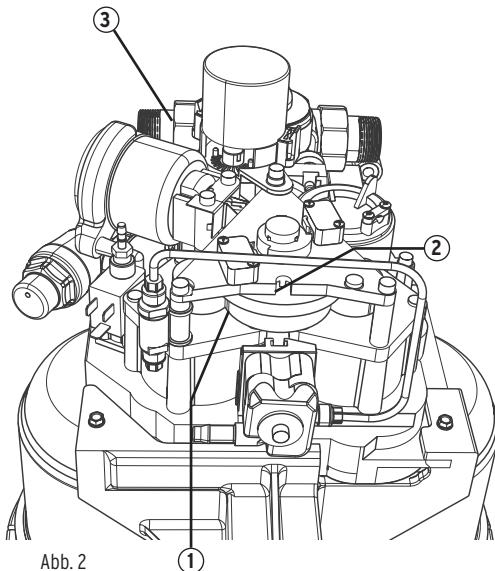

Abb. 2
- c) Der Antriebskolben dreht das Treibrad (1) (Abb.2), das wiederum das kleine Zahnrad steuert. Die Position des Treibrades kann an der Positionsanzeige (2) abgelesen werden. Nach zwei Hüten ist die Besatzungsstellung (Pos. 2) erreicht. Anschließend führt der Antrieb wieder einen Hub aus. Die bis dahin verbrauchte Abwassermenge beträgt ca. 4,5 Liter.
- j) Sollten die gemessenen Werte deutlich von den Sollwerten (siehe Kapitel "Wartungsprotokoll") abweichen, so ist der Kundendienst zu benachrichtigen. Geben Sie bitte stets die Gerätenummer an, die an der Oberseite des Geräte-Anschlussflansches (3) eingepreßt ist (Abb. 2).